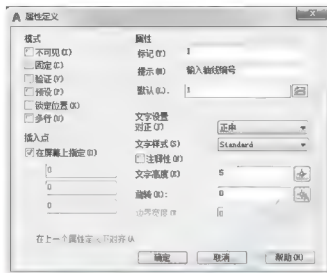

图 3.107 设置【属性定义】对话框
(1) 执行菜单栏中的【绘图】|【块】|【定义属性】命令,打开【属性定义】对话框。按照图 3.107 所示设置【属性定义】对话框。单击【确定】按钮,关闭对话框。